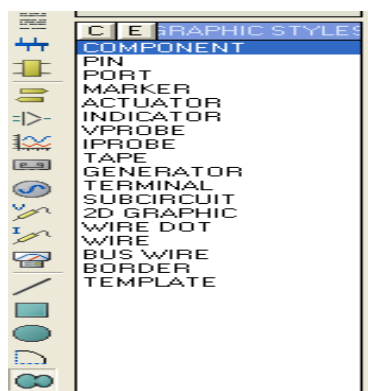

Figura 45: Seleção da opção *component* no seletor de objetos.
9. Clique sobre o ícone **2D Graphic Line Mode**, criação do símbolo sem preenchimento ou no ícone **2D Graphic Closed Path Mode**, símbolo com preenchimento e selecione a opção **Component** no seletor de objetos, conforme figura 45.